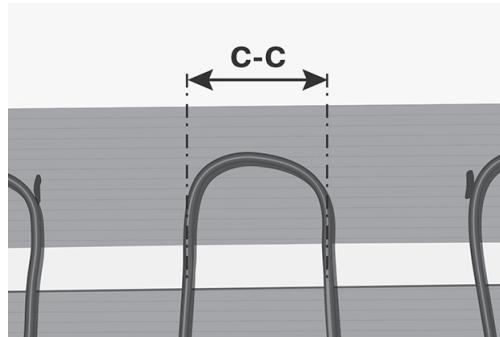

Fig. 2. Mätning av C-C – centrum till centrum-avstånd
**Viktigt:** C-C är avståndet från en kabels centrum till centrum på nästa kabel i varje slinga (Fig. 2)..